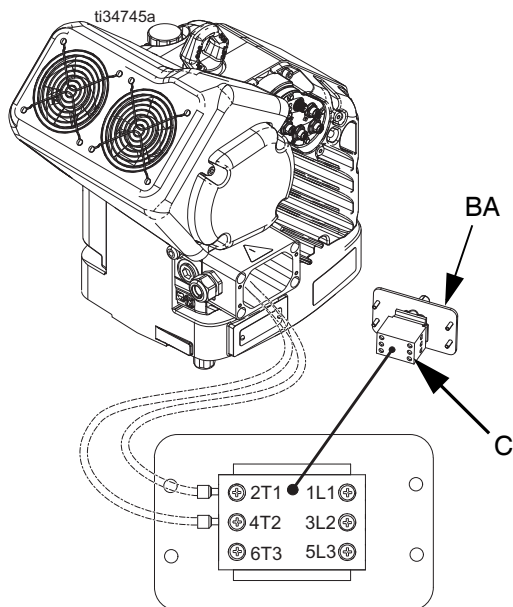

ABB. 7: Klemmenanschlüsse
HINWEIS: Im Inneren des Anschlusskastens sind die Leistungskabel an den Klemmen 2T1 und 4T2 auf dem Trennblock vorinstalliert. Die Lage der Klemmen ist in ABB. 7 dargestellt.
5. Siehe ABB. 7 und schließen Sie die Kabel des Netzkabels an die Klemmen 1L1 und 2L2 an.